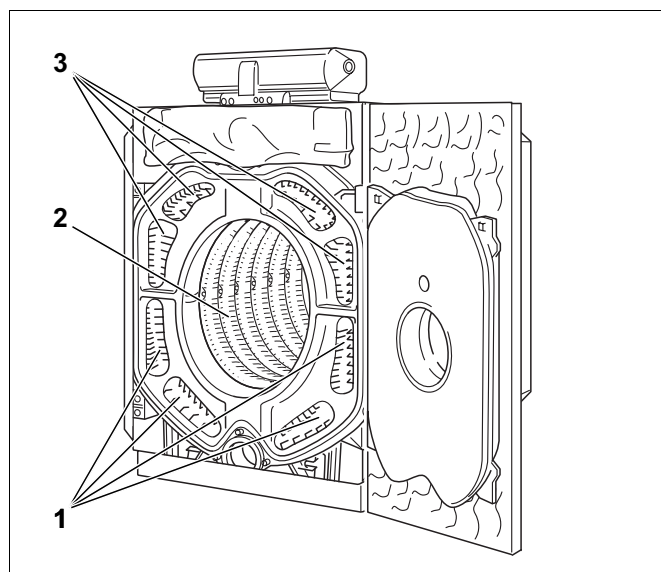

Fig. 58
- Røykgasskanalene skal rengjøres med børste 4 og 5 (fig. 58, **pos. 1 og 3**).
- Brennkammeret (fig. 58, **pos. 2**) skal rengjøres med børste 8.